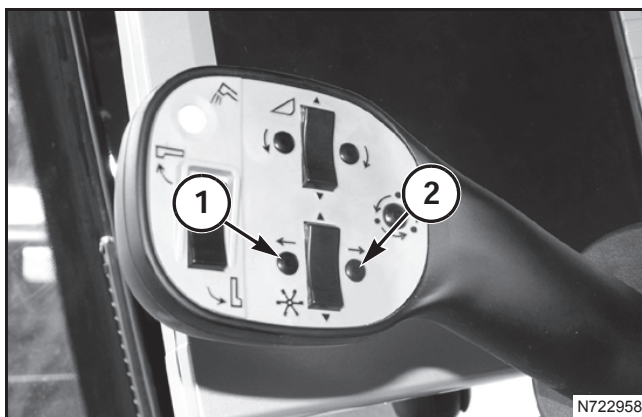

FIG. 34
FIG. 34: Con el interruptor de posición del ángulo de la plataforma seleccionado, los botones de avance y retroceso del molinete son utilizados para ajustar la plataforma a las condiciones del terreno. Presione el botón izquierdo (1) para inclinar la plataforma hacia adelante en la dirección de la barra de corte. Presione el botón derecho (2) para inclinar la plataforma hacia atrás, en la dirección de la abertura del adaptador del canal.